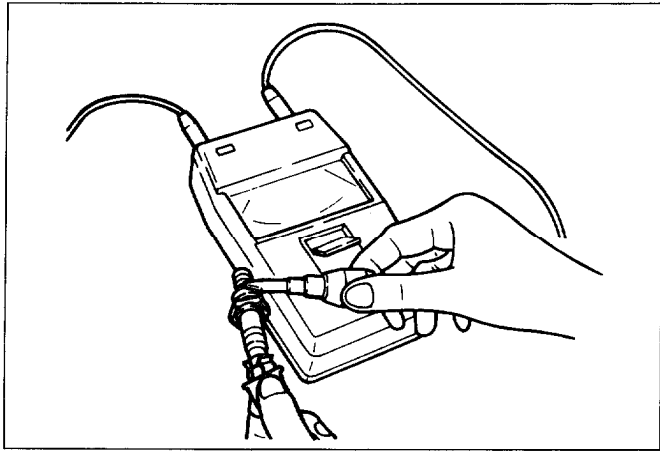

Fig. 6D4-6
- Measure insulation resistance using a 500 volt megohm meter. (Fig. 6D4-6)